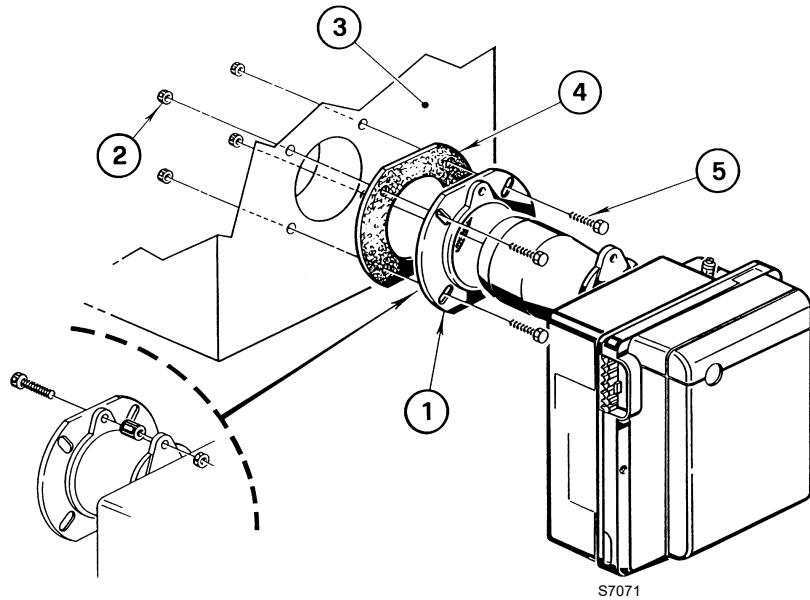

Fig. 9
- colocar en la brida 1) el tornillo y las dos tuercas (véase Fig. 9).